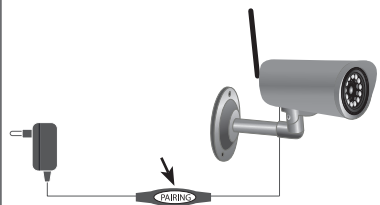

Fig. 4
c. Elektronische controle-eenheid (afb. 4)